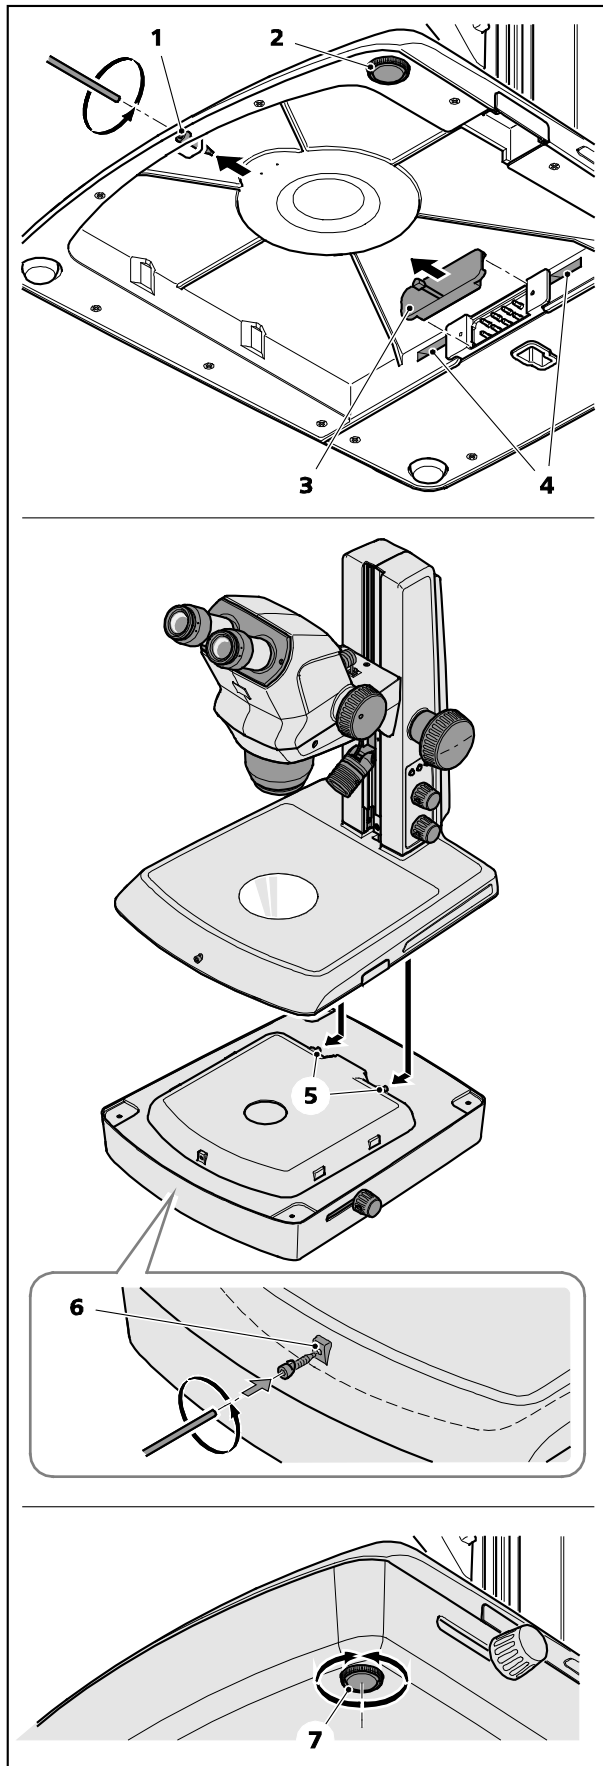

Рисунок 3 Монтаж устройства проходящего света «M LED»
- Выкрутить винт с внутренним шестигранником SW 3 (рисунок 3/1) на передней стороне штатива и положить его в сторону.
- Регулируемое во высоте основание штатива (рисунок 3/2) полностью вкрутить.
- Удалить защитный колпачок (рисунок 3/3).
- Осторожно поставить штатив сзади на устройство проходящего света и подвинуть его вперёд до тех пор, пока основание штатива не будет находиться в одной плоскости с корпусом устройства проходящего света, причём оба носика (рисунок 3/5) должны войти в зацепление с выемками (рисунок 3/4).
- Вкрутить винт с внутренним шестигранником SW 3 в резьбовое отверстие (рисунок 3/6) устройства проходящего света и затянуть его рукой.
- Вернуть штатив в вертикальное положение. При необходимости отъюстировать основание устройства проходящего света так, чтобы штатив устойчиво разместился (рисунок 3/7).